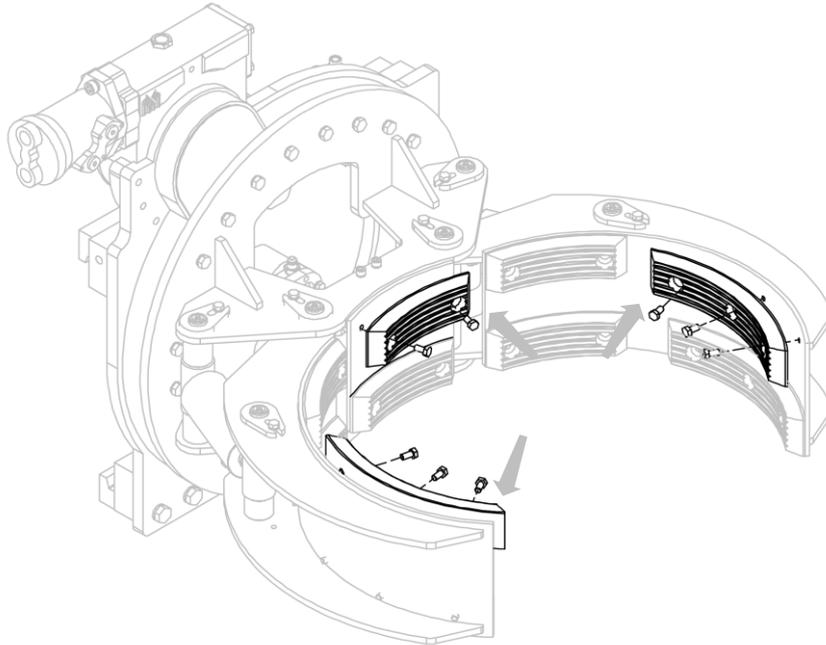
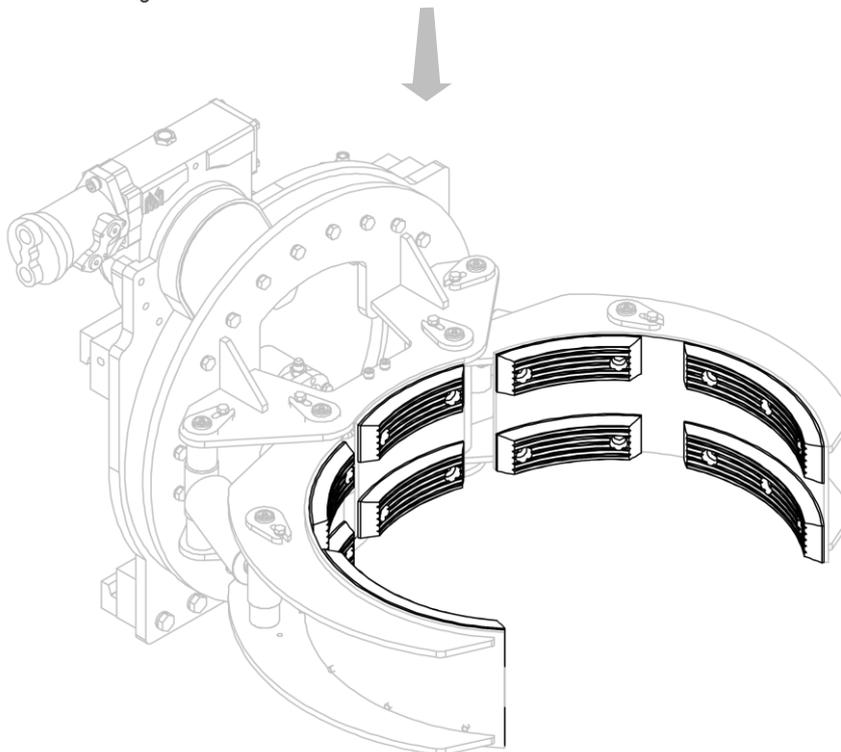

Figura 13
Figura 14
2. Installare le piastre gommate, utilizzando relative viti (vedi *Figura 13* e *Figura 14*).